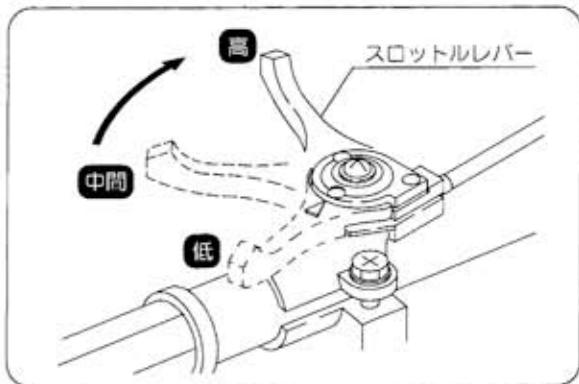

図36
- ③スロットルレバーでエンジンの回転を徐々に上げて、速度を調節します。（図36）